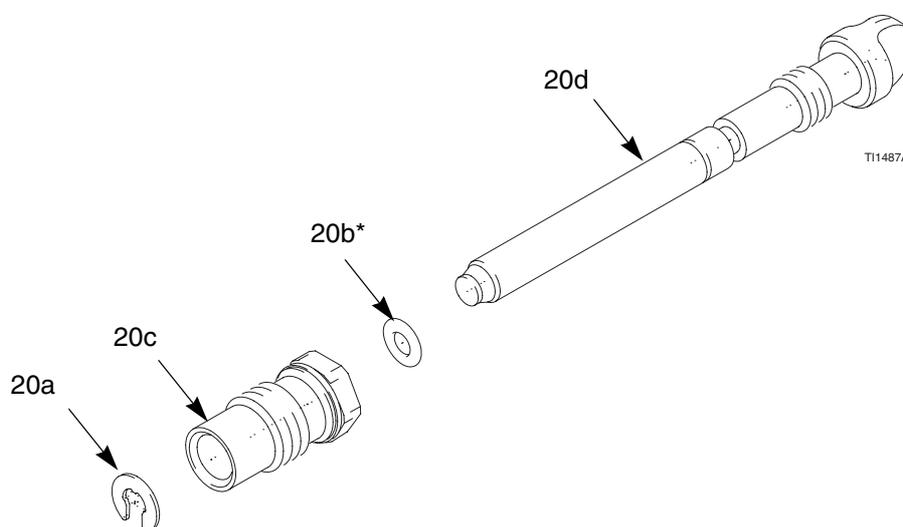

Fig. 31. Válvula de ajuste de aire del abanico
3. Desmonte el anillo de retención (20a). Vea FIG. 31.